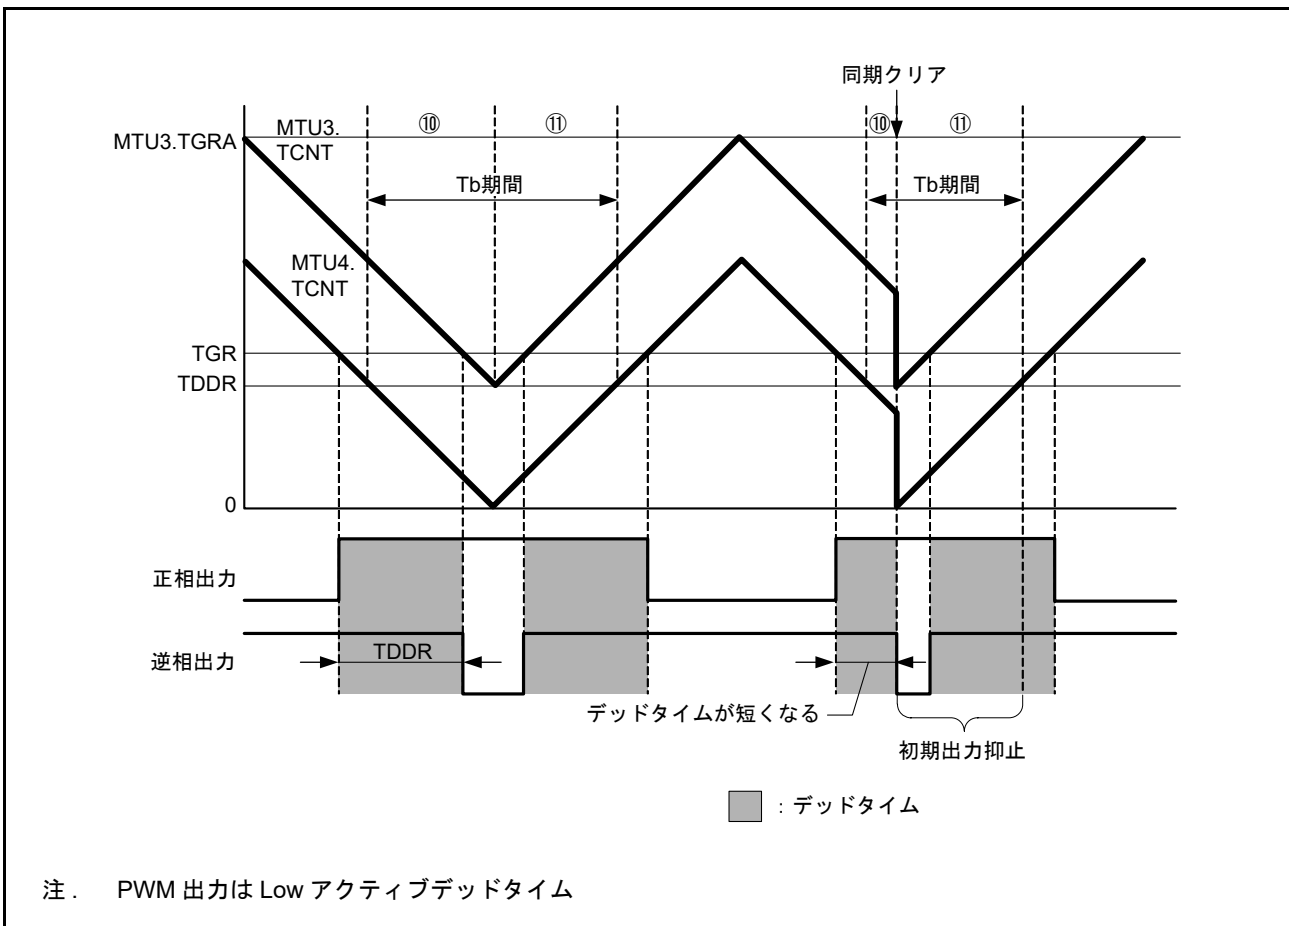

図 19.149 同期クリア例 (条件 1 の場合)
条件 1 初期出力の抑止期間⑩にて、PWM 出力がデッドタイム期間中に、同期クリアした場合 (図 19.149 参照)